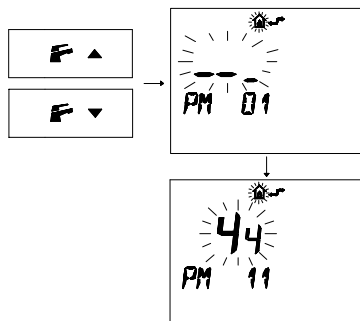

Fig. 5.57
- Premere i pulsanti  o  per visualizzare la programmazione "PM11" della postcircolazione pompa (Fig. 5.57).